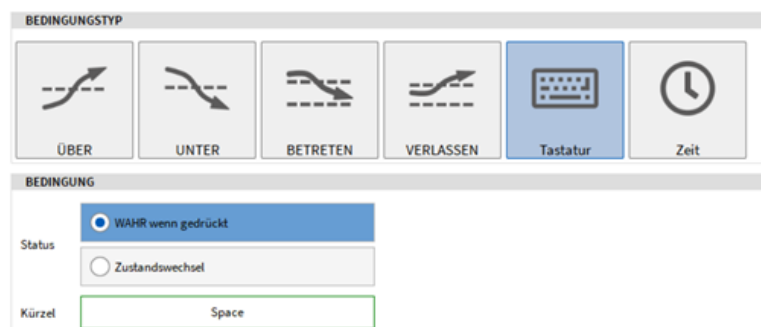

Abb. 9.38: Leertaste als Kürzel als Bedingung
- Wählen Sie *Tastatur* als Bedingungstyp und *WAHR wenn gedrückt* als Bedingung mit der *Leertaste* als Kürzel (siehe Abb. 9.38):